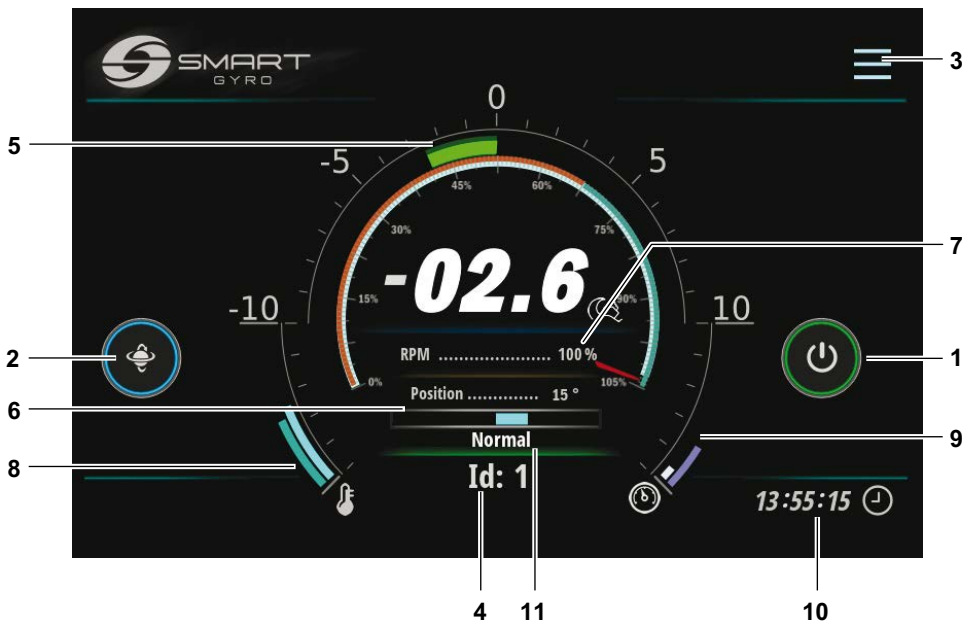

Abbildung 6
Durch Drücken der Menü-Symbolseite (Abbildung 6, (3)) erscheinen einige Funktionssymbole in der oberen rechten Ecke des Bildschirms (Abbildung 17).